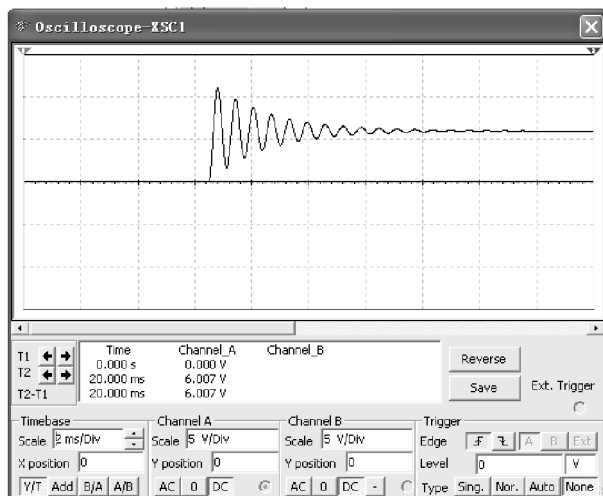

图 6-12 欠阻尼状态电容器两端的电压波形
2) 单击开关 J1, 即可看到 RLC 二阶动态电路欠阻尼仿真电路电容器两端的电压波形, 如图 6-12 所示。